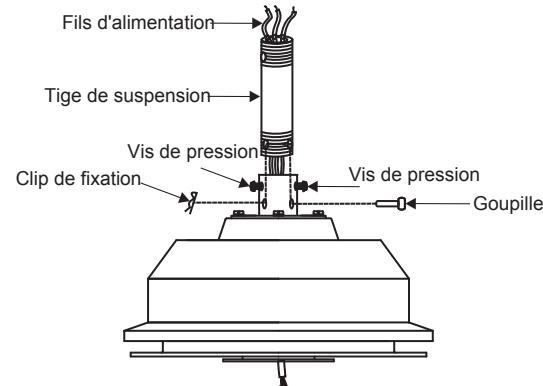

Fig. 8
Étape 6.Desserrez les deux vis de pression et enlevez la goupille ainsi que le clip de fixation de l'accouplement sur le dessus du moteur (Fig. 8)
Replacez ensuite la goupille et le clip de fixation. Serrez les deux vis de pression. (Fig. 8)